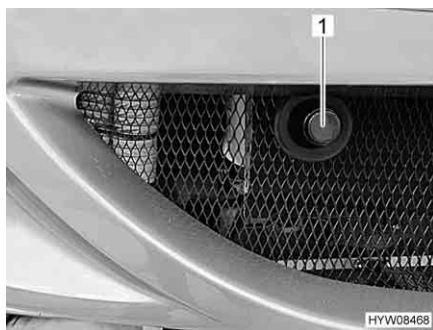

Fig. 33 Copertura per l'alloggiamento dell'occhione di traino
- Rimuovere la copertura (Fig. 33,1).